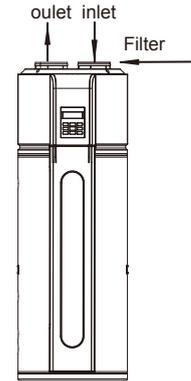

Fig.3-8
- 5) Installation du filtre à l'arrivée de l'unité. Pour l'unité à conduit, le filtre doit être placé d'après la position de l'arrivée du conduit. (Fig.3-8/3-9).